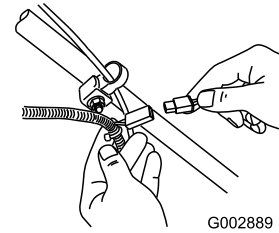

Figura 22
1. Conecte el cargador al arnés de cables situado debajo de la llave de contacto (**Figura 22**).